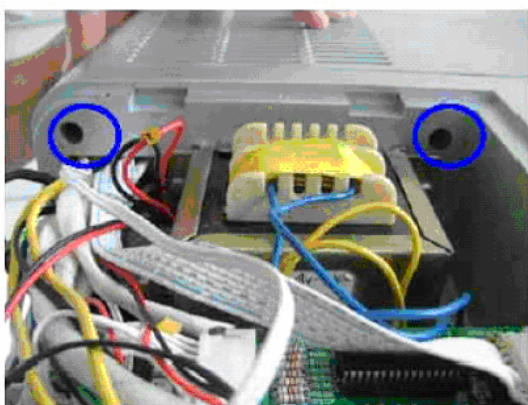

Рис. 4.1
- Открутите винты со стороны крышки блока электропитания и снизу прибора (Рис. 4.1, Рис. 4.2);